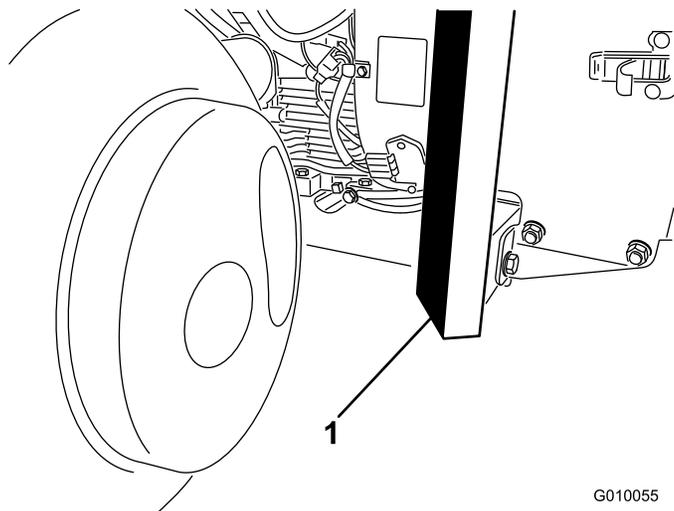

図 41
2. 機体前部のフレームの下にジャッキを確実に置く (図 41)。